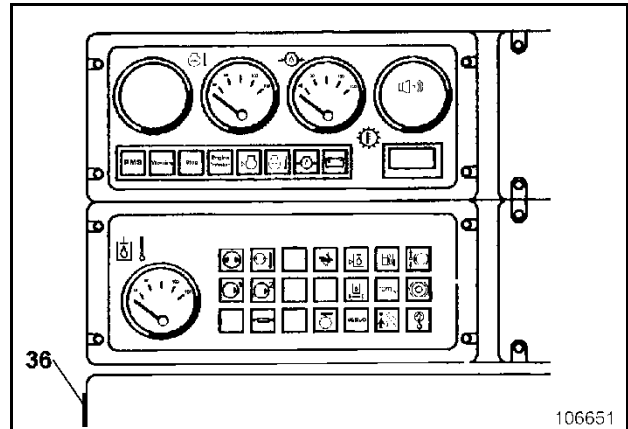

Fig. 2-43 :
En cas d'urgence (si l'avertisseur sonore (36, Fig. 2-43 :) retentit, par exemple), le moteur peut être arrêté en pleine charge.
- Tourner la clé dans le contacteur (72, Fig. 2-43 :) en position "0" (circuit électrique hors tension).